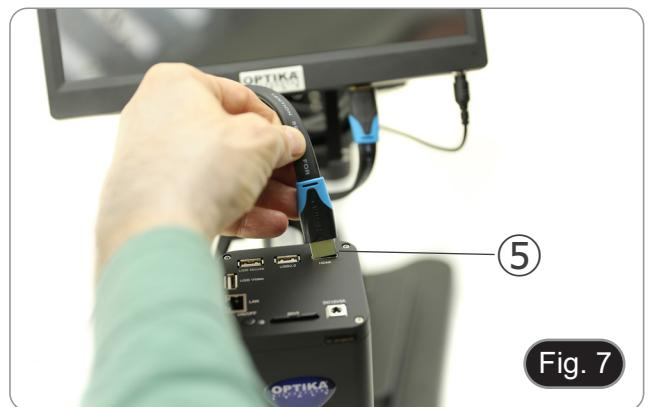

Fig. 7
8. Ligue uma extremidade do cabo HDMI à tomada “HDMI” ⑤ e a outra extremidade ao monitor. (Fig. 7)